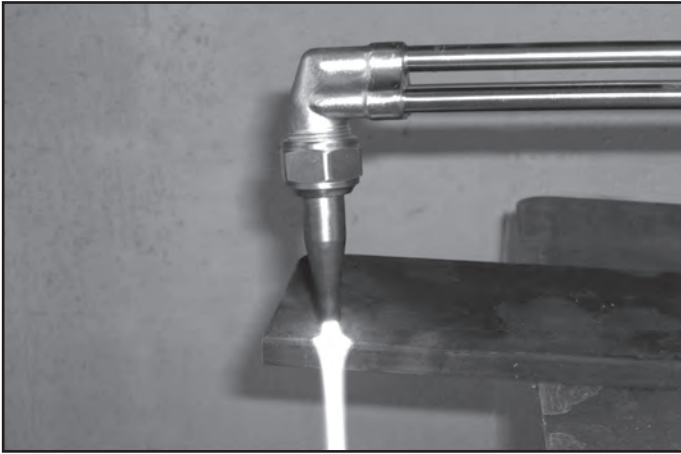

Figura 18: Cómo comenzar a cortar
19. Dirija la llama de precalentamiento al punto donde desea comenzar a cortar (vea Figura 18). Antes de que pueda comenzar a cortar, precaliente el punto inicial del metal hasta que alcance una temperatura de inflamación donde se observe un color rojo guinda brillante. Cuando aparezca el punto rojo, deprima la palanca de oxígeno de corte lenta y completamente.